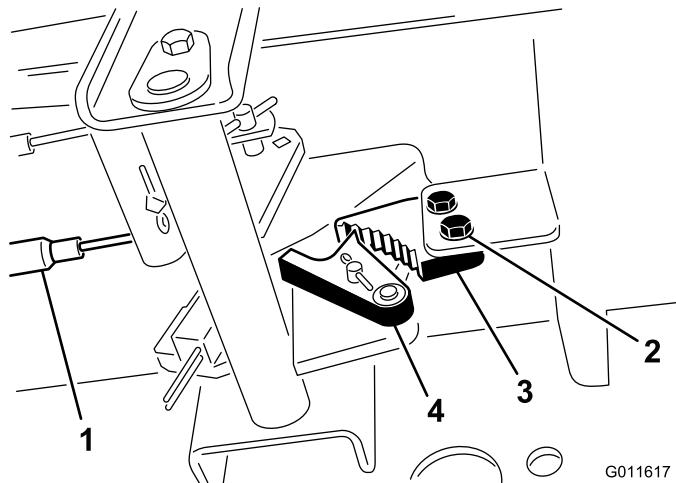

Рисунок 56
- Ослабьте два винта крепления защелки стояночного тормоза к раме (Рисунок 56).
- Нажмите педаль тормоза вперед, пока углубление тормоза не войдет полностью в зацепление с защелкой тормоза (Рисунок 56).